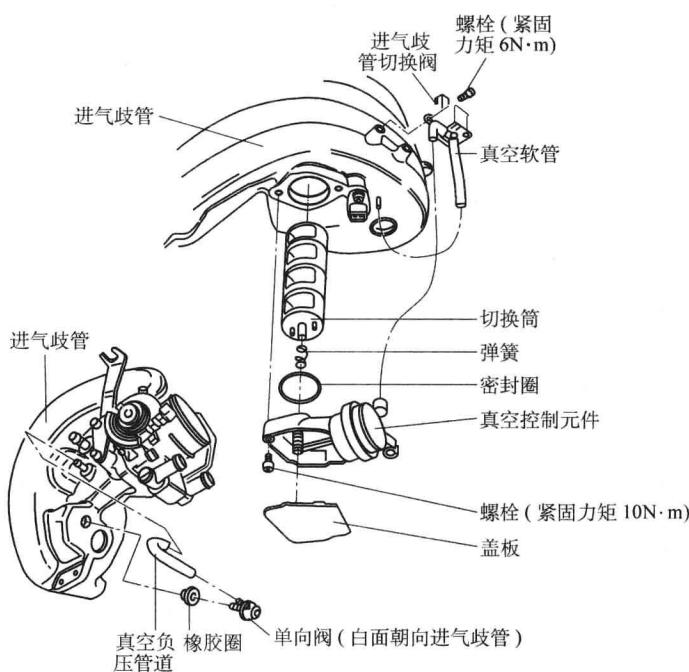

图 1-5 进气歧管切换阀结构
(1) 燃油泵继电器是否自行接通的检查 打开燃油箱盖，在起动的同时听是否有燃油泵工作的声音，如没有应重点检查燃油泵继电器及其电路。
(2) 喷油器是否工作的检查 发动机工作时，用听力棒逐个听喷油器，应能听到喷油的“咔嗒”声。否则应检查喷油器的电路。有经验的维修人员还可以听出喷油器是否发生卡滞。
(3) 燃油泵工作声音是否正常的检查 检查燃油泵 30s 出油量，需同时注意燃油泵运转声音是否平稳，有无杂音出现。如出油量过少或有杂音出现，说明燃油泵发生早期磨损，或因缺油过热造成热变形，或燃油滤清器堵塞。
(4) 进气歧管切换阀是否开启的检查 一些配置较好的发动机为了保证发动机高速时的充气系数，在进气系统上装有进气歧管切换阀（图 1-5）。在发动机转速超过 3250r/min 后开启进气歧管切换阀，使进气走短道直接进入燃烧室。将听诊器或听力棒搭在进气歧管切换阀处，在发动机转速超过 3250r/min 后，应能听到切换阀开启发出的“咔”声，如听不到说明有故障。